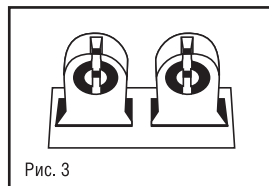

Рис. 3
- Вставьте ламподержатели в пазы, Рис. 3.